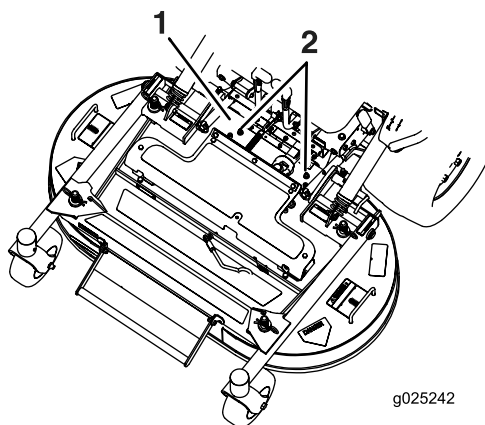

**Figura 11**
3. Retire los pasadores de horquilla y las chavetas de ambos lados del protector de la TDF (Figura 11).